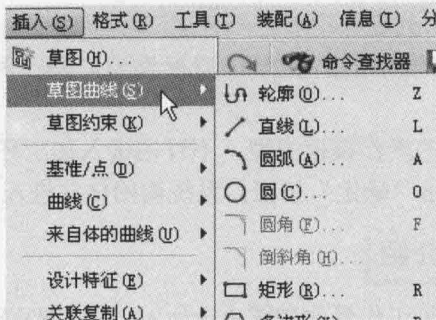

图 1-4 “插入”菜单
主菜单包含了 UG NX 8.5 软件所有的主要功能,位于主窗口的顶部,在窗口标题栏的下面,如图 1-4 所示。主菜单是下拉菜单,系统将所有的指令和设置选项予以分类,分别放置在不同的下拉菜单中,单击主菜单栏中任何一个功能时,系统将会弹出下拉菜单,同时显示出该功能菜单包含的有关指令,每一个指令的前后可能有一些特殊标记。其中包括以下几种。
1) 三角形符号 (▶): 当菜单中某个命令不只含有单一功能时,系统会在命令字段右上方显示三角形符号,选择此命令后,系统会自动出现子菜单,如图 1-4 所示。